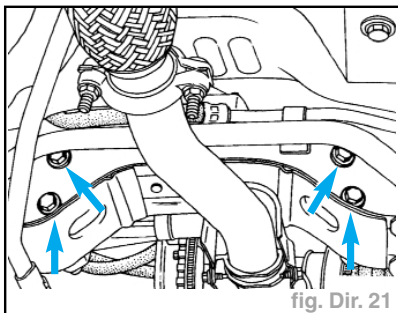

fig. Dir. 21
- les quatre vis de fixation de la crémaillère de direction (fig. Dir. 21).